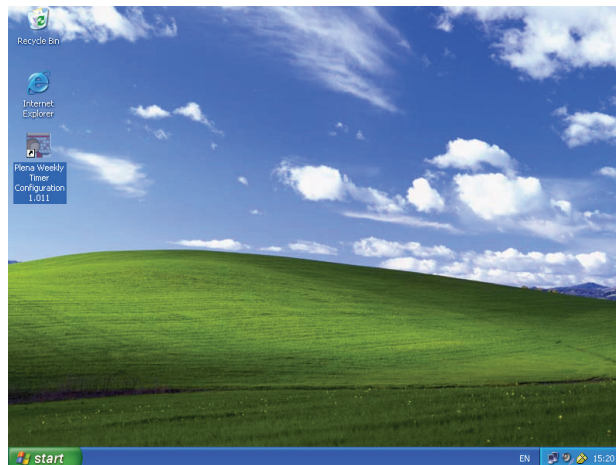

figure 8.8: Bureau de Windows
- 1 Allez sur le bureau de Windows (voir figure 8.8 pour un exemple).